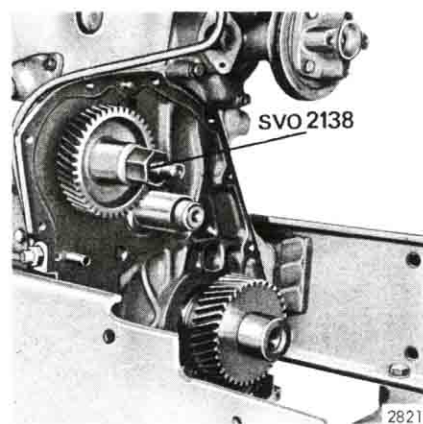

Fig 34. Montering av insprutningspumpens drev.
8. Pressa på drevet för insprutningspumpens drivning med SVO 2138 samt dra och lås muttern, se fig 34.